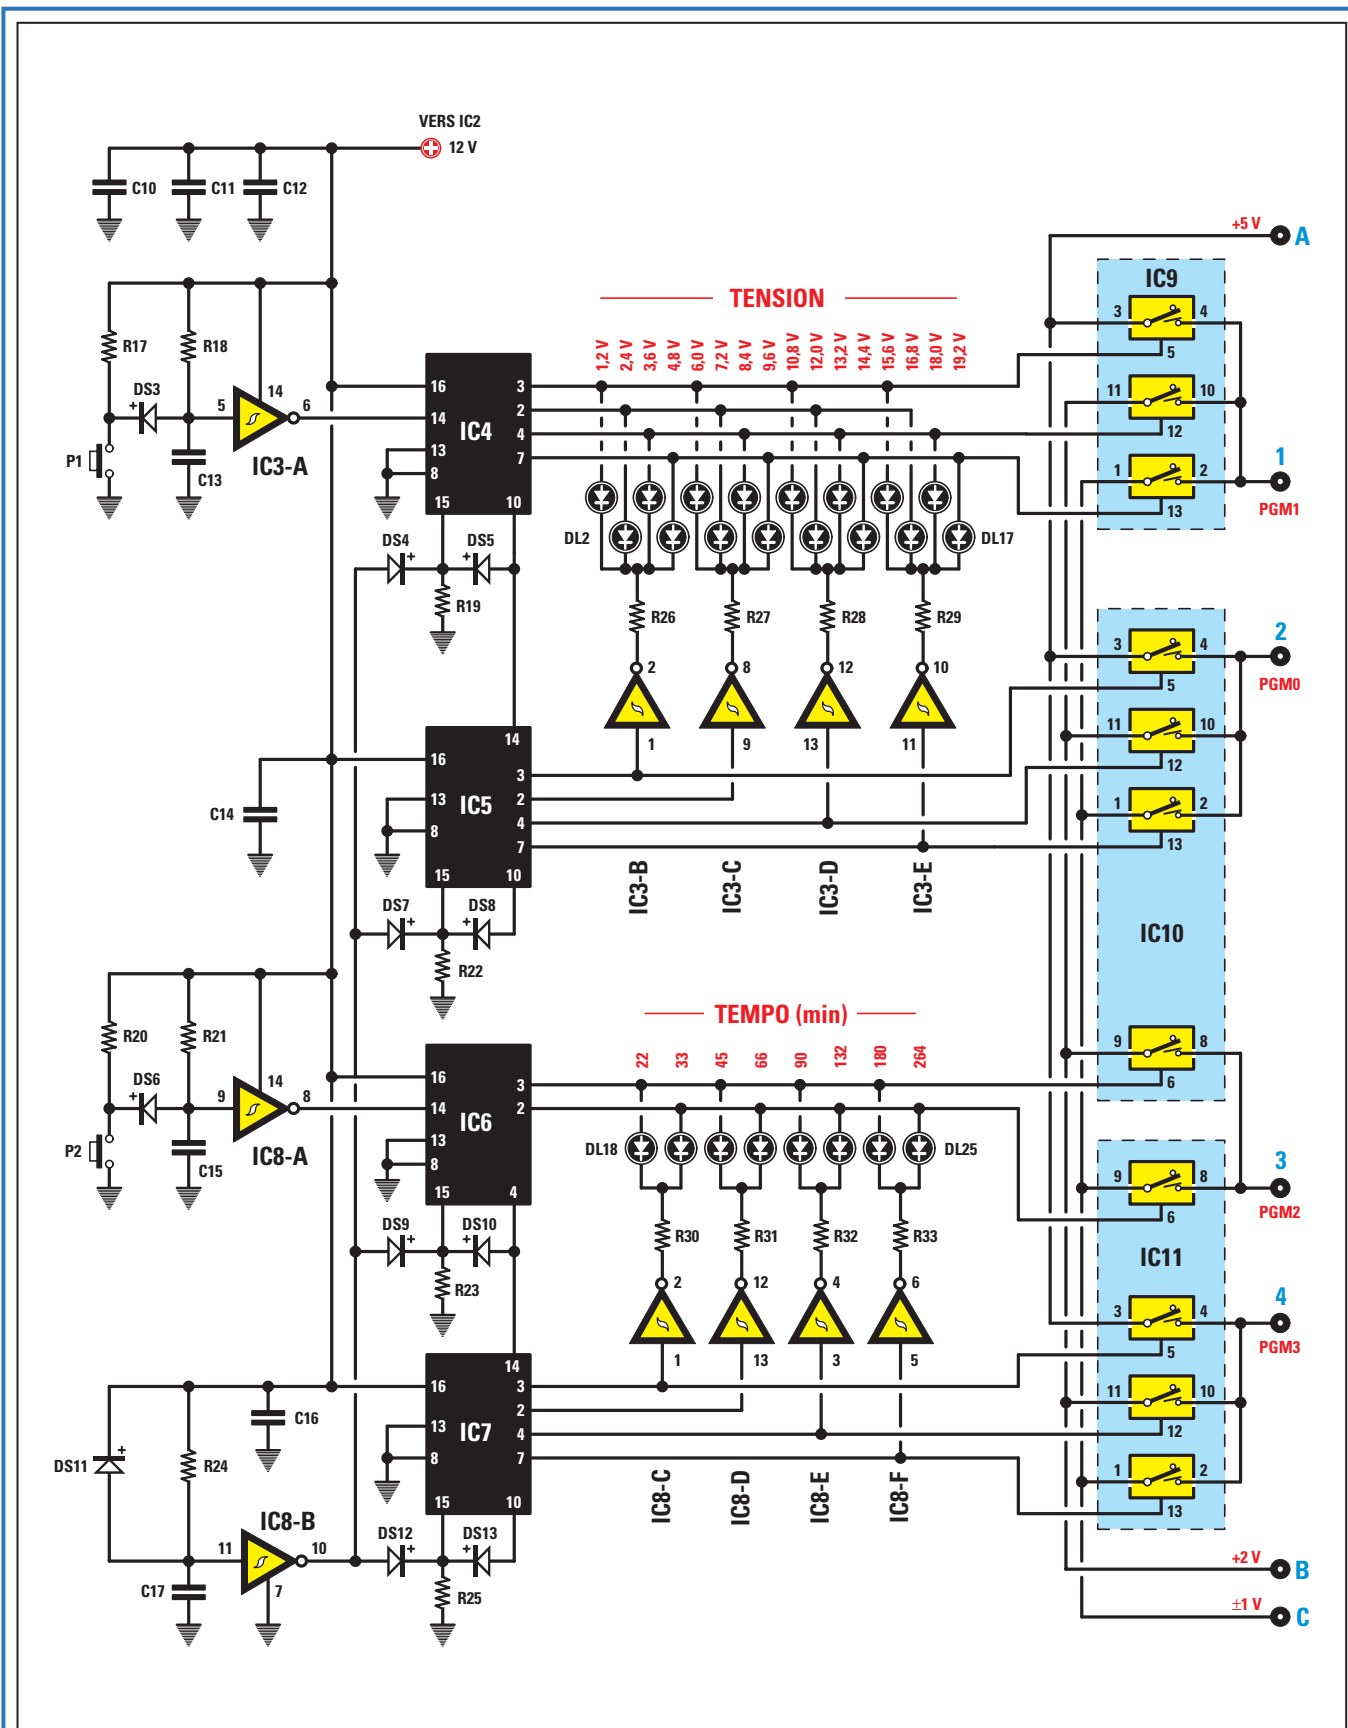

Figure 7 : Schéma électrique de l'étage de commutation.
Figure 3a : Schéma électrique de l'étage de base. Les 7 points reportés sur la gauche nommés : A, PGM1, PGM0, PGM2, PGM3, B et C sont reliés au circuit de commutation automatique donné en figure 7.
**Figure 6 :** Brochages, vus de dessus, des circuits intégrés CMOS 4017, 4066 et 40106 utilisés dans l'étage de commutation de la figure 7. Les brochages sont vus en plaçant le repère-détrompeur en forme de U tourné vers la gauche.
Dans le schéma électrique de la figure 7 est reproduit le schéma des commutations des tensions et des temps, ainsi que celui de la visualisation, qui n'utilise pas moins de 24 diodes LED.
Il faut indiquer que, dans le schéma de base de la figure 3, les pattes PGM1, PGM0, A, B et C sont placées sur la gauche du circuit intégré IC1. Par contre, sur le schéma électrique des commutations de la figure 7, ces pattes sont placées sur la droite.